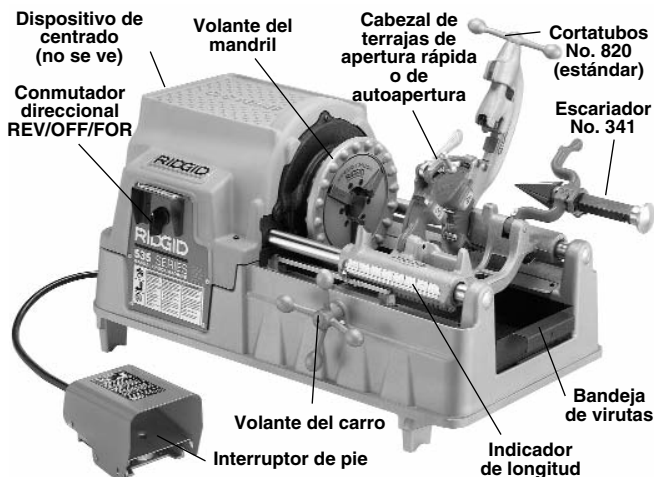

Figura 4 – Roscadora Manual de tubos y pernos No. 535
1. Asegure que la Roscadora esté desenchufada y que su conmutador direccional se encuentre en la posición de OFF (apagado) (Figura 4).